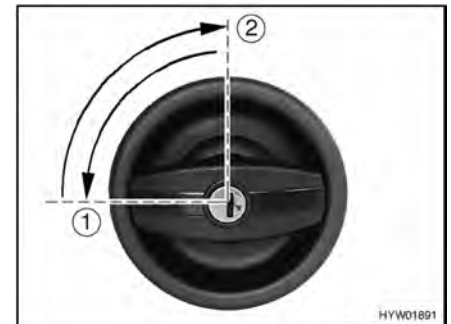

Fig. 23 Cerradura de la puerta de entrada, en el exterior, bloquear
- Introducir la llave en el cilindro de cierre y girarla un cuarto de vuelta en sentido contrario a las agujas del reloj (Fig. 23,1).
- Girar hacia atrás la llave a la posición central (Fig. 23,2) y extraerla.